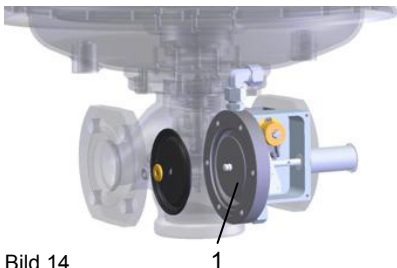

Bild 14
- Dichtring (1) in die Nut einsetzen und mit Deckscheibe (2) und Sicherungsring (3) sichern.
- Wellensicherungsscheibe (4) in die Nut auf der Spindel drücken. Membranplatte (5) aufsetzen.
- Membranteller (Messing) und Mutter M8 befestigen. (Bild 14)